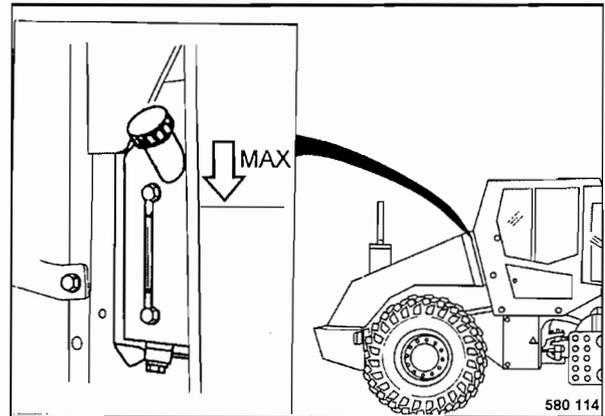

Fig. 61
- Comprobar el nivel del líquido refrigerante (Fig. 61).